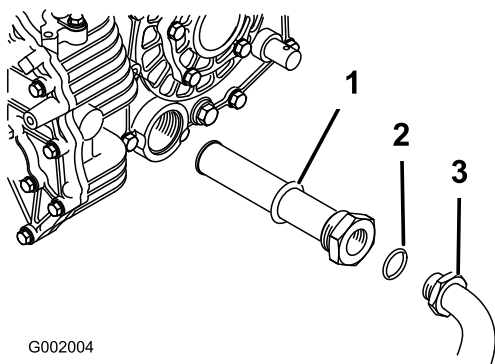

Bild 39
5. Nehmen Sie den Hydraulikschlauch und das 90° Anschlussstück ab (Bild 39).